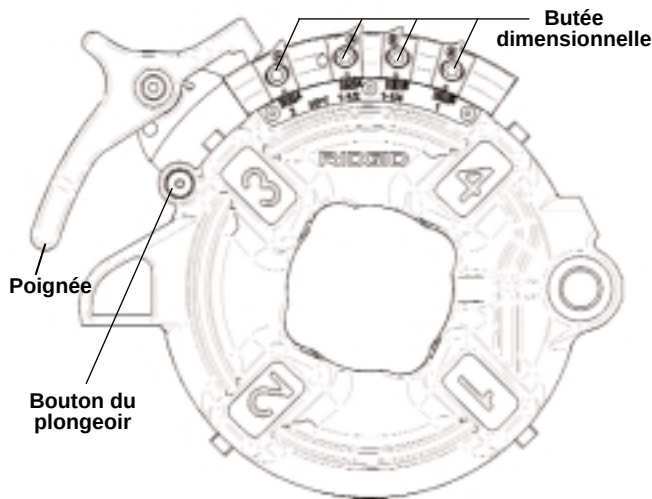

Figure 13 – Tête de filière semi-automatique
Tête de filière semi-automatique (Figure 13) – Lorsque l'extrémité du tuyau arrive à fleur de la filière n° 1, tapez sur la poignée afin d'écarter les filières du tuyau.
La tête de filière à ouverture semi-automatique (*Figure 13*) pour filetages à droite utilise quatre jeux de filières pour le filetage des tuyaux allant de $\frac{1}{8}$ " à 2" de diamètre. Un jeu de filières est nécessaire pour chacun des groupes de diamètre suivants : ($\frac{1}{8}$ "), ($\frac{1}{4}$ " et $\frac{3}{8}$ "), ($\frac{1}{2}$ " et $\frac{3}{4}$ ") et (1" à 2"). Le filetage des boulons et tiges nécessite un jeu de filières spécifique pour chaque section de boulon.
1. Appuyez sur la poignée et tournez-la jusqu'à ce que la plaque à cames repose contre la manette du plongeur comme indiqué (*Figure 13 – tête de filière type 816 ou 817*).